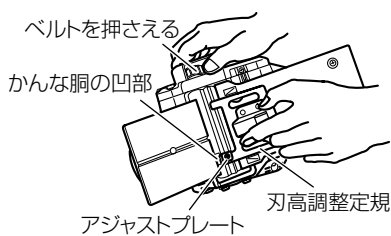
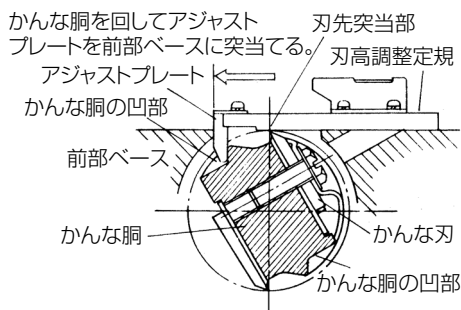

図 16
図 17
- (4) かなな刃を入れた後、図 16 のように刃高調整定規を持ち、その刃先突当部で刃先を押しながら、定規先端部のアジャストプレートをかんな胴の凹部に入れます。(図 17)
- (5) 次にベルトでかなな胴を前部ベース側に回し、アジャストプレートを前部ベースに突当てます。(図 17)